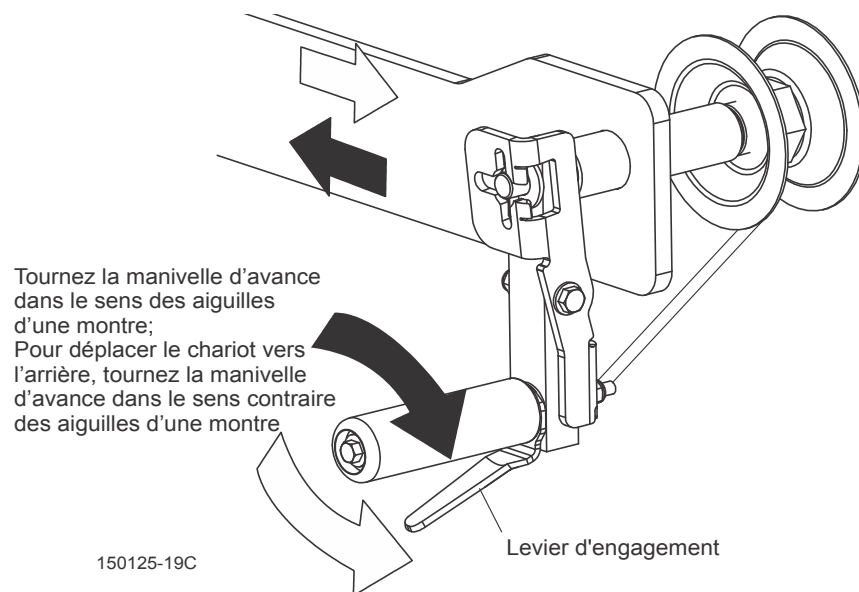

FIG. 5-6
**Voir Figure 5-6.** Pressez le levier d'engagement et tournez la manivelle d'avance dans le sens des aiguilles d'une montre.